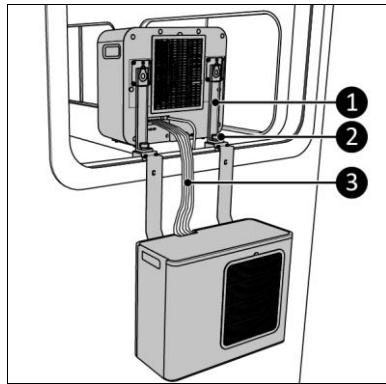

Abbildung 10
12. Heben Sie das Innengerät durch das Fenster und platzieren Sie die Haken (Abbildung 10, Pos. 1) am Gewindeende (Abbildung 10, Pos. 2).
13. Schrauben Sie die Schraubkappen (Abbildung 2, Pos. 8) auf die Gewinde (Abbildung 10, Pos. 2).
15. Der Kältemittelschlauch (Abbildung 10, Pos. 3) wird zwischen Innen- und Außengerät geführt. Vermeiden Sie es, den Kältemittelschlauch in kleineren Biegungen als 30 mm zu biegen.